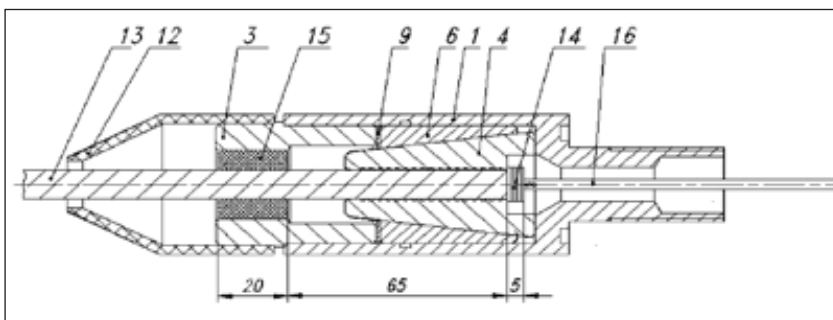

Рисунок 5 - Заделка наружного повива кабеля:
4.1.4 Подогнать отверстие в колпачке (поз. 12, рисунок 5) до диаметра кабеля, отрезав конус-
ную часть колпачка до нужного диаметра. После этого надеть колпачок п/э (поз.12, рисунок 5) на кабель.
4.1.5. Надеть гайку внутреннюю (поз.3, рисунок 5). ОКГТ должен плотно входить в отверстие гайки внутренней узла ввода кабеля, для этого необходимо подогнать по ее внутреннему отверстию наружный размер кабеля, подмотав на него ленту ПВХ (поз.15, рисунок 5).
4.1.6. Разделанный ОК закрепить в узле ввода (рисунок 5) для чего:
- затянуть кулачки (поз.4) до отказа, внутренней гайкой (поз.3) в штуцере (поз.1) рисунок 5.
- надеть колпачок п/э (поз. 12) на гайку внутреннюю (поз.3), см. рисунок 5.